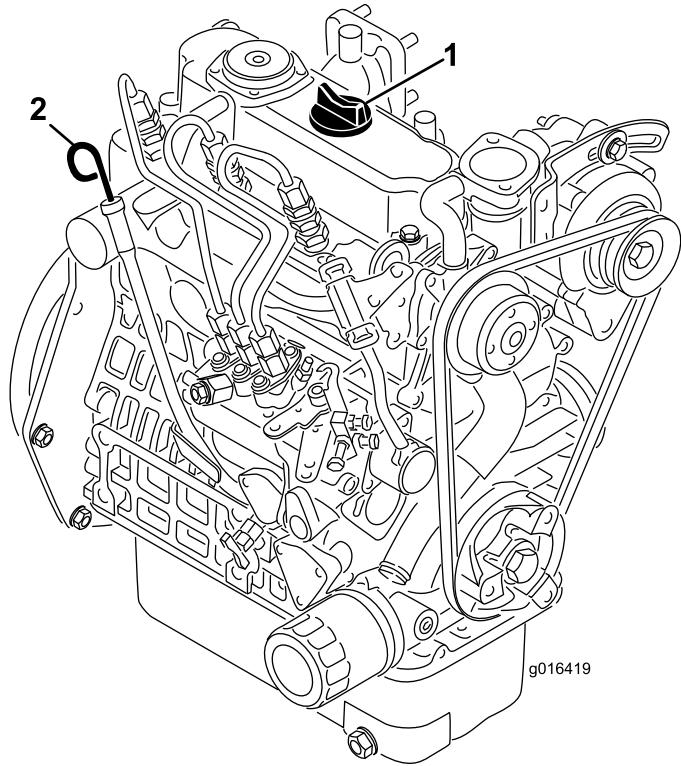

Bild 22
- Nehmen Sie den Peilstab heraus und wischen Sie ihn mit einem sauberen Lappen ab (**Bild 22**). Stecken Sie den Peilstab in das Rohr und stellen Sie sicher, dass er vollständig eingeführt ist. Entfernen Sie den Peilstab und prüfen den Ölstand. Nehmen Sie bei einem niedrigen Ölstand den Fülldeckel von der Ventilabdeckung ab und gießen Sie **langsam** genug Öl in die Öffnung, bis der Ölstand die Voll-Markierung am Peilstab erreicht. Gießen Sie Öl langsam ein und prüfen Sie den Ölstand häufig während des Füllens. **Füllen Sie nicht zu viel ein.**